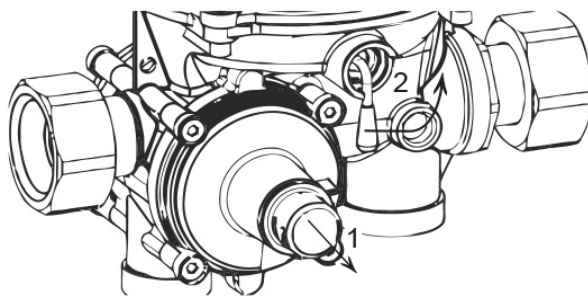

Рис.3
2.3.4 Снимите защитный колпачок 1 (см. рисунок 3)